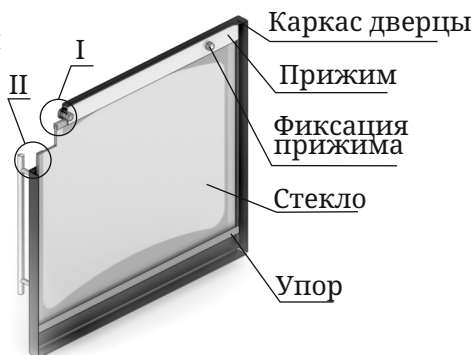

Рисунок 9. Ремонт светоразрачного экрана двери модификации «Витра»
В случае повреждения светопрозрачного экрана (стекла) на двери в модели «Витра» его необходимо заменить для этого (см. рисунок 9):
1. Открутите две гайки, фиксирующие прижим (рисунок 9.И), и демонтируйте его и дистанционные втулки.